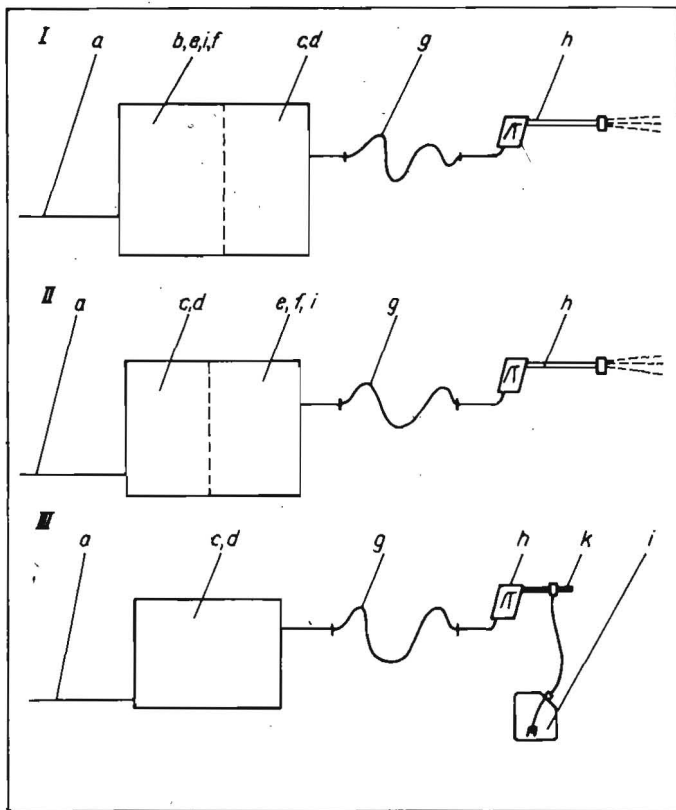

Bild 2
- Aufgrund der Zuordnung zum Reinigungs- gerät (Bild 2) ist die Voraussetzung gege- ben, daß bei entsprechender Materialaus- wahl alle aggressiven Chemikalien dem Hochdruckwasserstrahl zudosiert werden können.